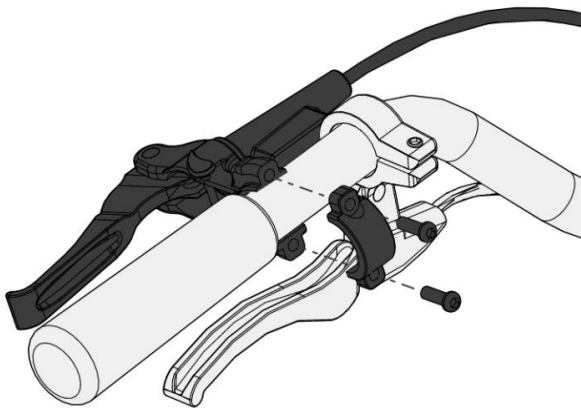

Figure 43 - Poignée de frein de l'AddBike+ sur le cintre du vélo d'accueil
- Dévissez avec une clé Allen de taille 4, l'élément mobile de fixation de la poignée de frein de l'AddBike+ (Cf. figure 43) ;